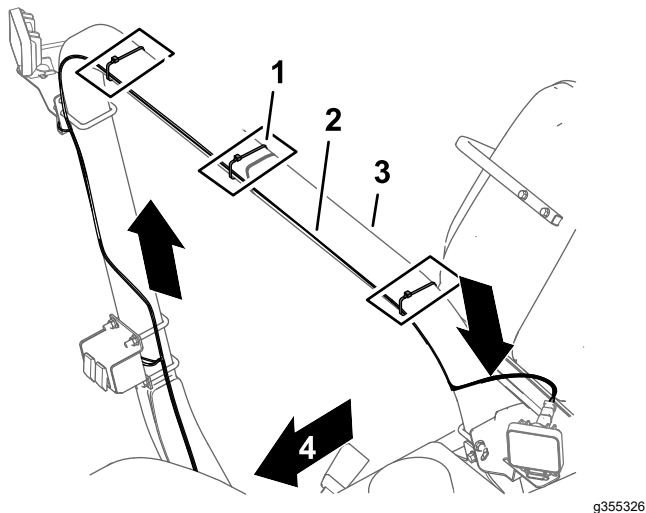
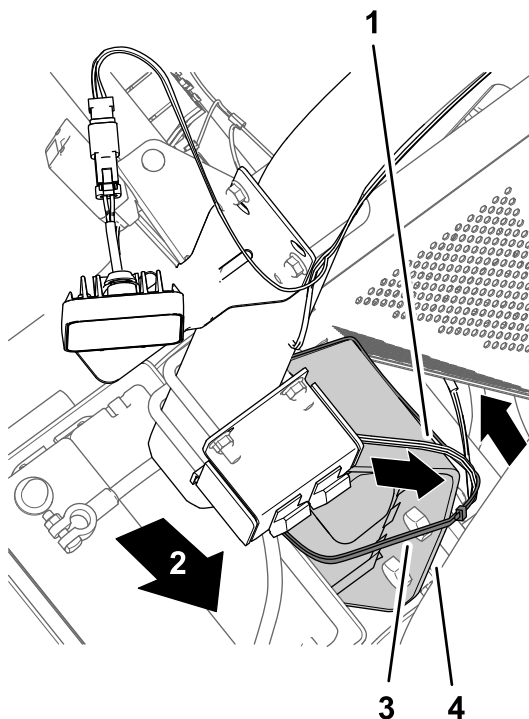
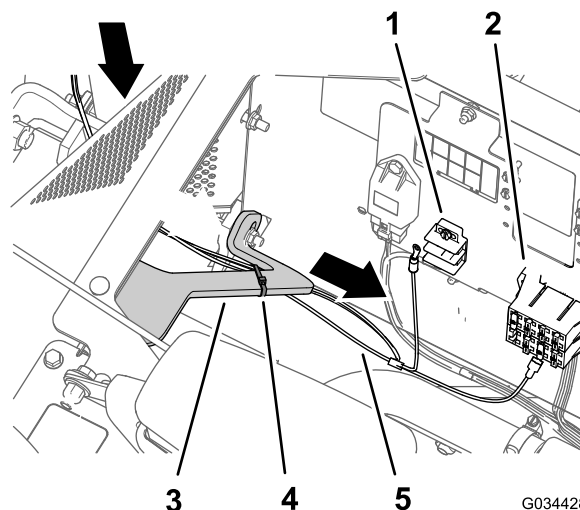

Рисунок 13
Рисунок 14
Рисунок 15
1. Рядом с переключателями проложите ответвление жгута проводов с 2-гнездовым соединителем вверх и по периметру задней части горизонтальной трубы конструкции ROPS, как показано на Рисунок 13.
2. Рядом с переключателями освещения проложите ответвление жгута проводов с гнездовой клеммой и круглой клеммой вниз и вперед, как показано на Рисунок 14 и Рисунок 15.
Примечание: Проложите жгут проводов заднего рабочего осветительного прибора вдоль жгута проводов машины (Рисунок 15).
сиденья кабельными стяжками, как показано на Рисунок 13, Рисунок 14 и Рисунок 15.
Примечание: Сложите излишнюю длину жгута проводов в виде связки в зоне опоры основания сиденья и прикрепите ее кабельной стяжкой, как показано на Рисунок 15.